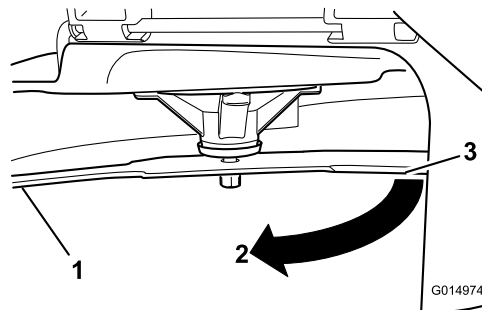

Figura 50
3. Distancia medida entre la cuchilla y la superficie (A)
4. Gire la misma cuchilla 180 grados de manera que el otro extremo esté en la misma posición (**Figura 50**).